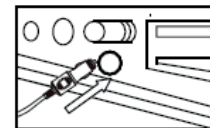

Figur 1
- * Koble enden med fleksibel slangeadapter på slangen til pumpeutløpet (1), og vri med klokken for å stramme den til, som vist i figur 1.